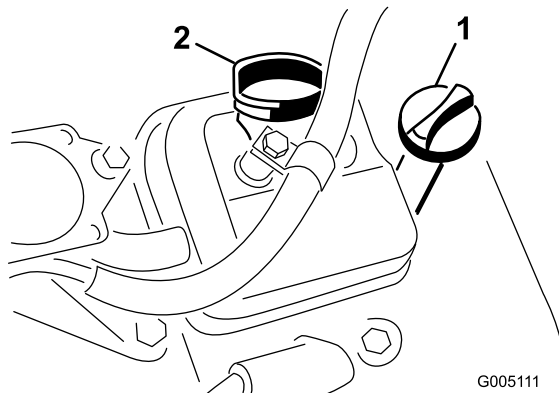

Figura 19
2. Svitare l'asta di livello e asciugarla con un panno pulito. Avvitare l'asta di livello nel relativo tubo e assicuratevi che sia fissata saldamente (Figura 19).